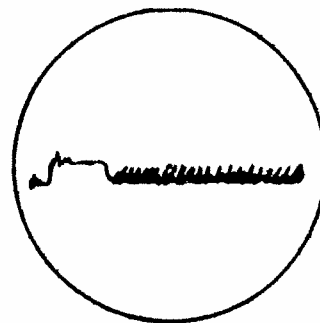

Bild 13.
47. Minska uteffekten från kontrollsändaren så att kontrollsändarpulsens amplitud är hälften av tidigare inställt värde. Se bild 13.
62. Sänk uteffekten från kontrollsändaren så att kontrollsändarpulsens amplitud sjunker till hälften av tidigare inställt värde. Se bild 13.